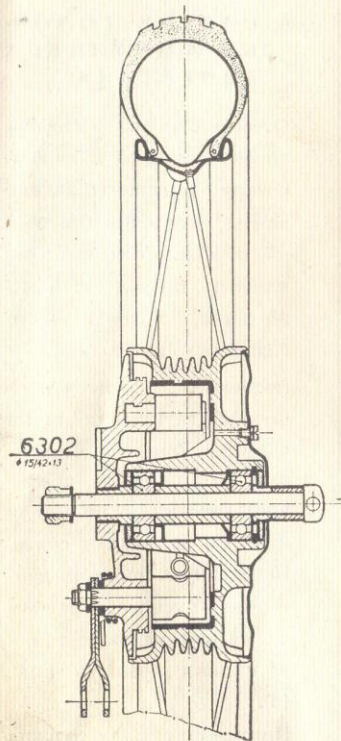

Рис. 41. Разрез переднего колеса
5. СМЕНА ШАРИКОПОДШИПНИКОВ КОЛЕС (рис. 41, 42)
Вынимают крышку тормозного барабана с колодками. С обеих сторон колеса устраняют уплотнения, а также стопорное кольцо. С другой стороны выбивают трубкой второй подшипник; оставшийся подшипник выбивают в обратную сторону и вынимают распорную втулку. Рекомендуется для этого пользоваться трубкой $\varnothing 24/16 \times 50$ мм. Внимание! При смене шарикоподшипников переднего колеса сперва снимают алюминиевый кожух (рис. 41). Новые подшипники запрессовывают при помощи трубчатой оправки, $\varnothing 40/32 \times 25$ мм, которую опирают на наружное кольцо. Применяя оправку меньшего диаметра и ударяя по внутреннему кольцу, можно подшипник повредить. При смене подшипников заднего колеса поступают следующим образом: снимают тарелку и выбивают распорную втулку. С правой стороны ступицы звездочки устраняют уплотнение (сальник) и стопорное кольцо. Подшипник выбивают со стороны поводка посредством трубчатой оправки $\varnothing 30/26 \times 50$ мм. Новый подшипник рекомендуется запрессовать при помощи трубчатой оправки $\varnothing 50/42 \times 15$ мм.